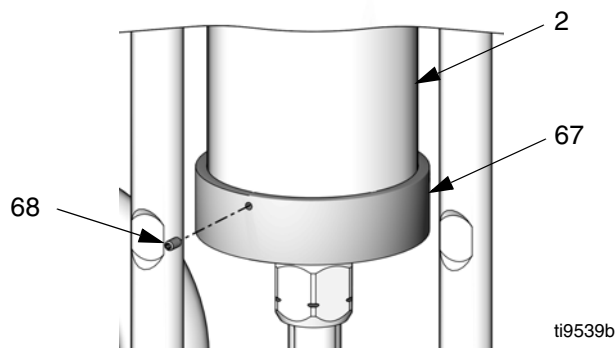

FIG. 8. Montera uppsamlare
4. Jogga motorn för att röra glidpistongen (9) till det nedre vändläget, för att kunna återansluta kopplingsmuttern (14).
5. Kontrollera att kragarna (13) sitter på plats i kopplingsmuttern (14).
6. Placera en 3/4-tums skiftnyckel på glidpistongens (9) flatsida, för att undvika att den vrider sig när du drar åt kopplingsmuttern (14). Placera skiftnyckeln så att den sitter fast mot ett av styrtagen (3) eller stativet. Dra åt kopplingsmuttern (14) på glidpistongen (9) med vridmoment på 102-108 N•m (75-80 ft-lb).
7. Se FIG. 8. Tryck upp uppsamlaren (67) på undersidan av glidcylindern (2) så att den sitter stadigt fast. Montera de tre låsskruvarna (68) för hand.